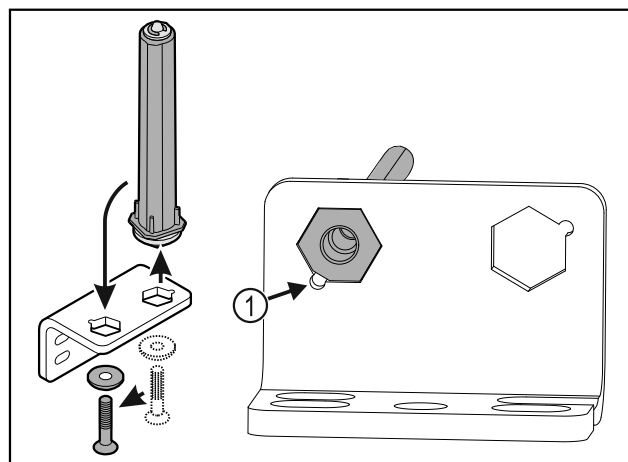

Fig. 40
- ▶ Zwrócić uwagę, aby podczas wkładania ścięcie sworznia Fig. 40 (1) było skierowane na okrągły otwór.